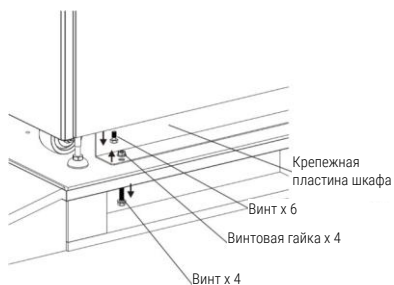

Рисунок 2-4
- Снимите 2 крепежные пластины корпуса и ослабьте регулировочные ножки, повернув их против часовой стрелки. Затем сдвиньте шкаф с поддона. См. рисунок 2-4.